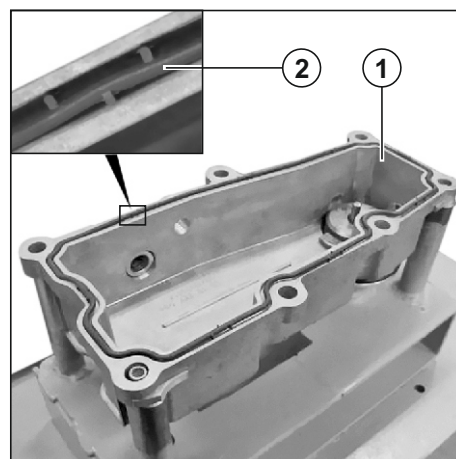

Рис. 70. Установка прокладки коробки слива ОЖ с головки блока цилиндров.
1. Установить в коробку слива ОЖ с головки блока цилиндров (1) уплотнение (2) (см. Рис. 70).